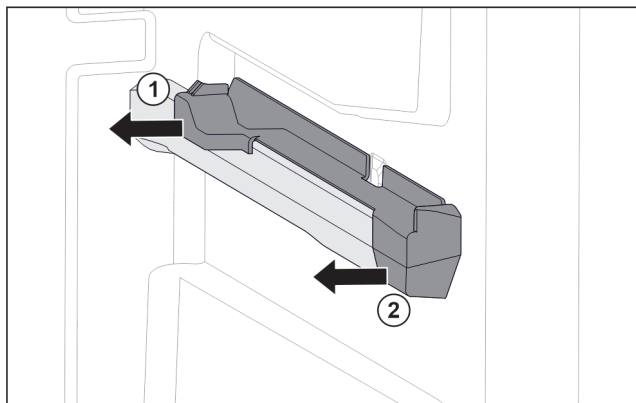

Fig. 103 Elemento inseribile sulla nervatura destra del contenitore
- ▶ Estrarre l'elemento inseribile dal lato posteriore di lato. Fig. 103 (1)
- ▶ Estrarre l'elemento inseribile dal lato anteriore di lato. Fig. 103 (2)